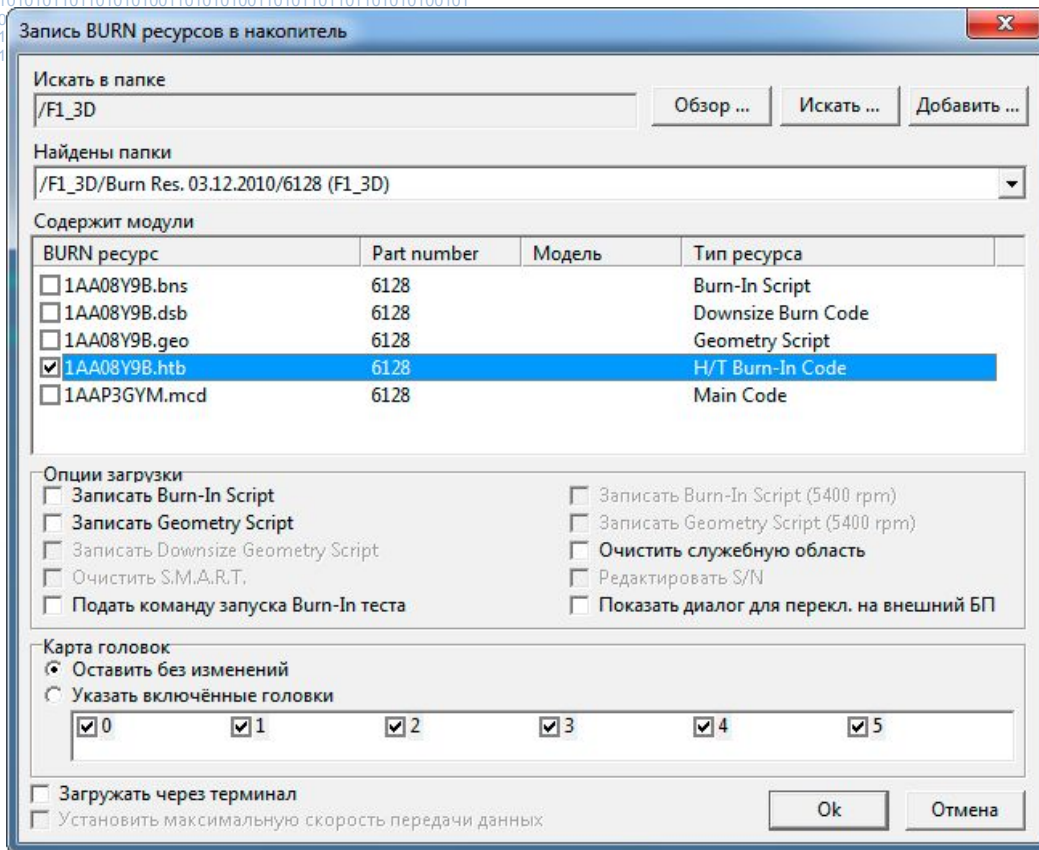

Рис. 8.17.
- ◆ Запустить тест «Запись ресурсов в накопитель» (раздел 5.3.4.2) и выбрать подходящий совместимый для данного накопителя burn-ресурс (Рис. 8.17).
- ◆ Убрать все дополнительные опции загрузки, карту головок оставить без изменений. При записи ресурса через терминал следует установить опцию «Загружать через терминал» (Рис. 8.17).